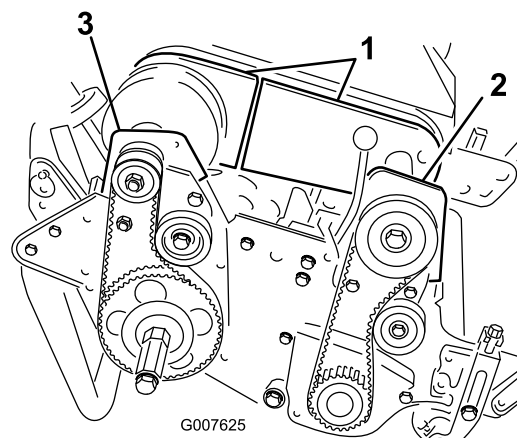

Рисунок 42
4. Снимите болты крепления передней и задней частей крышки дифференциала к корпусу дифференциала и отодвиньте части крышки, чтобы открыть ремень (Рисунок 42).
6. Снимите 2 болта и контргайки, которые крепят передний корпус муфты к боковой плите (Рисунок 42).
8. Снимите 2 болта и контргайки, которые крепят корпус правого заднего подшипника к боковой плите (Рисунок 42).